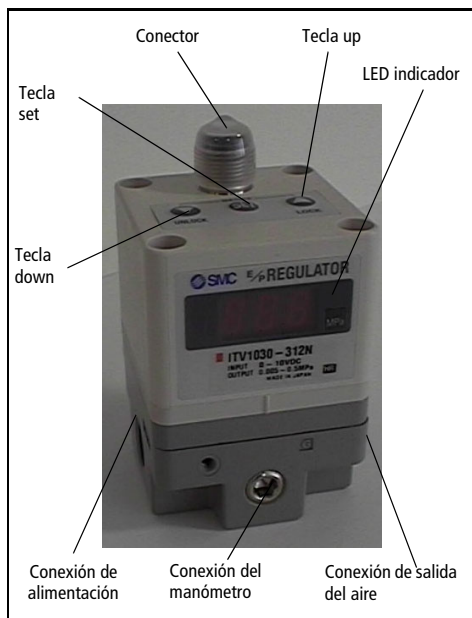

Fig 1 - Características clave de un transductor electroneumático ITV
Presione la tecla 'Up' y 'Down' (Fig 1) conjuntamente durante más de 3 segundos. El indicador muestra 'RES'. Suelte las teclas para restablecer la presión máxima y mínima.
- Para ajustar la presión mínima (en el indicador LED aparece F-1) utilice las teclas up/down (Fig 1) luego presione la tecla 'Set' (Fig 1) para 'fijar' el ajuste.
- Para ajustar la presión máxima (en el indicador LED aparece F-2) utilice las teclas up/down (Fig 1) luego presione la tecla 'Set' (Fig 1) para 'fijar' el ajuste.
Si se presiona cualquier tecla, en el display (Fig.1) parpadea la indicación 'Loc'.
- 1) Presione la tecla 'Down' (Fig 1) durante más de 2 segundos.
- 3) Presione la tecla 'set' (Fig 1) para bloquear.
Nota: Para anular, presione la tecla 'Up' (Fig 1).
- 1) Presione la tecla 'Up' (Fig 1) durante más de 2 segundos.
- 3) Presione la tecla 'Set' (Fig 1) para bloquear.
Nota: Para anular, presione la tecla 'Down' (Fig 1).
Si el equipo ITV1000 detecta alguna anomalía el indicador LED (Fig 1) muestra 'Er' seguido de un código. Desconecte la alimentación, averigüe el problema y resuélvalo. Tras corregir el fallo, reinstaure la alimentación eléctrica.